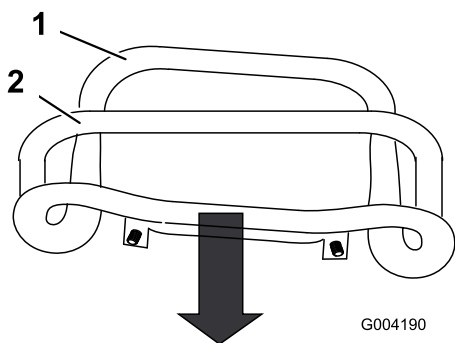

Figure 52
3. Tirez la commande de déplacement en arrière pour que l'avant touche la barre de référence (Figure 52).